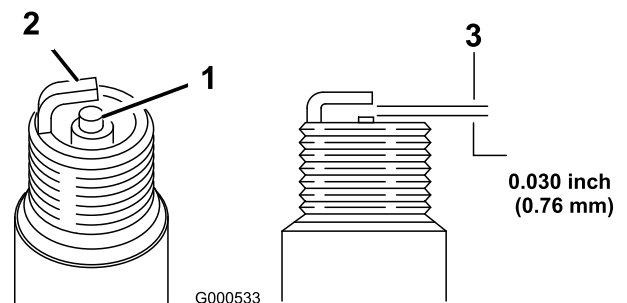

Figura 19
- Ajuste la distancia entre los electrodos a 0.76 mm (0.03 pulgadas) (Figura 19).